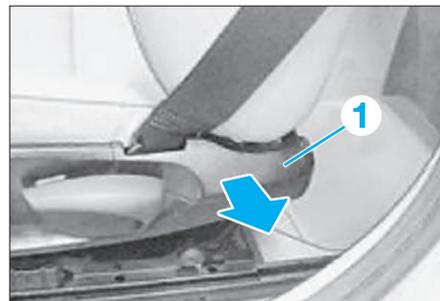

Fig. 12
- Déposer la garniture de siège (1) en tirant vers soit (Fig.12).